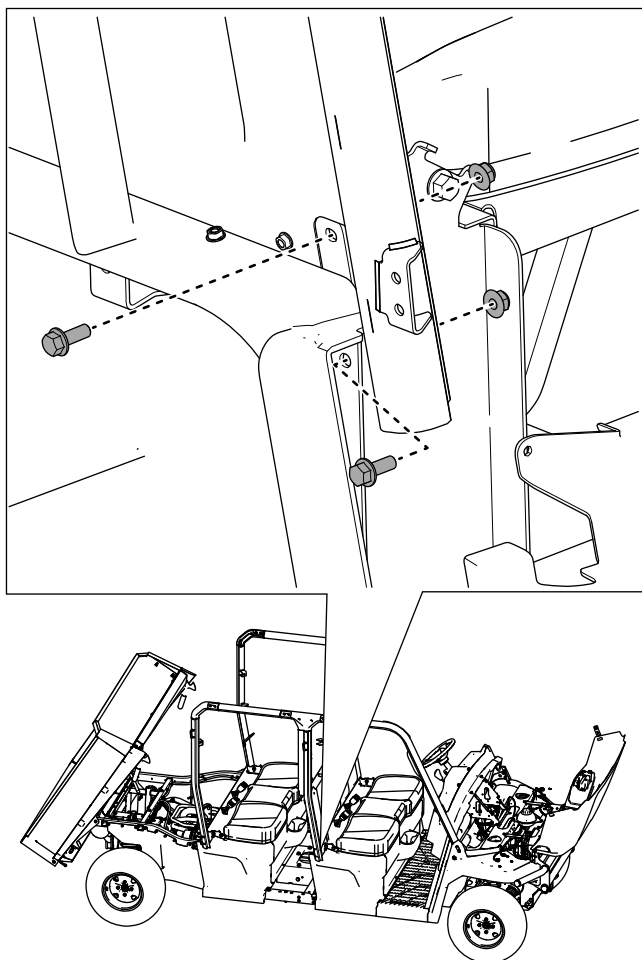

Figura 41
13. Fissate senza serrare la parte inferiore del gruppo barra rotazione mediano di destra al gruppo pannello sedili con 2 bulloni a testa flangiata ($\frac{3}{8}$ " x 1") e 2 dadi di bloccaggio ($\frac{3}{8}$ ") come illustrato nella Figura 41.